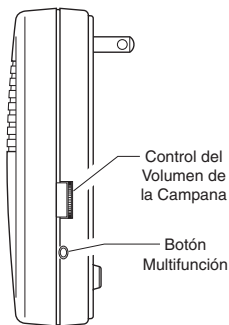

Figura 1
8. Ajuste del control del volumen. Desenchufe la campana y ajuste el control del volumen al volumen deseado (vea la Figura 1). Enchufe de nuevo la campana en el tomacorriente de la pared.